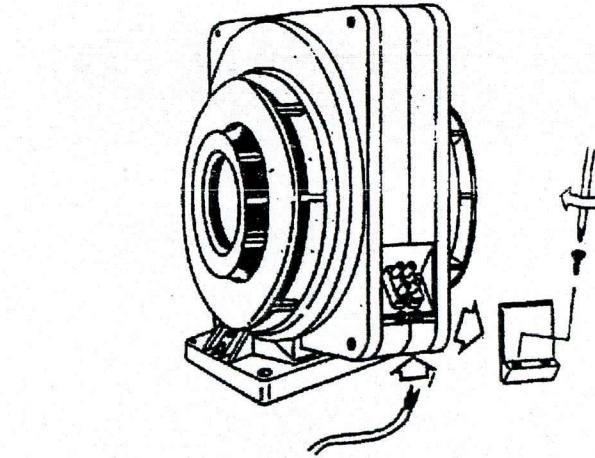

Fig. 4
- 4) Effettuare il collegamento elettrico (Fig. 4).
- 4) Before going on assembling the unit on the flange, carry out the connection to the feed net (Fig.4).
Vor de Montage des Gerätes auf dem Flansch soll der Anschluss an der Speiseleitung durchgeführt werden (Bild. 4).
- 4) Procéder au branchement électrique (Fig. 4).
- 3) Sluit het elektriciteitssnoer aan en zet het snoer met behulp van de trekontlasting vast (Fig. 4)